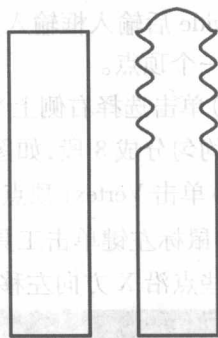

图 1.4.1 锥形效果图
- (1) 打开 C:\3DMAXTK\SCENES\ONE-4. MAX 文件。
- (2) 将场景中矩形复制一个, 并对复制矩形进行编辑, 编辑后效果图如图 1.4.1 所示。
- (3) 设置图形可渲染, 渲染线框粗度为 2。
- (4) 将设计结果存放在考生目录中, 文件名为考号后 5 位数 + “-1”, 扩展名为 “. MAX”。